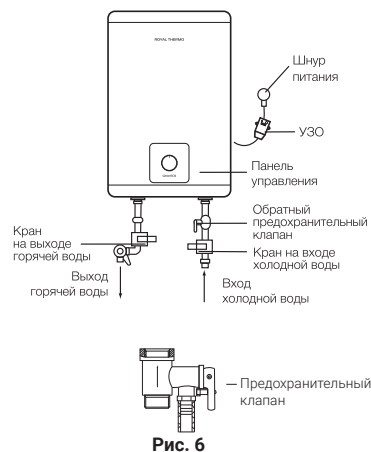

Рис. 6
3. Предохранительный обратный клапан следует устанавливать в месте входа холодной воды (рис. 6).